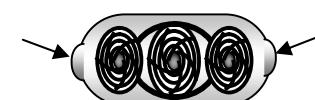

Рис.7
- Снять фильтровальный блок (без применения инструмента), одновременно нажав защелки-фиксаторы (рис.7).
- Установить фильтровальный блок на место легким нажатием до «щелчка» (рис.7).
- Снять верхнюю защитную решетку, одновременно нажав на защелки-фиксаторы (рис.7).
- Снять верхнюю и нижнюю защитные решетки (без применения инструмента), одновременно нажав защелки-фиксаторы (рис.7).